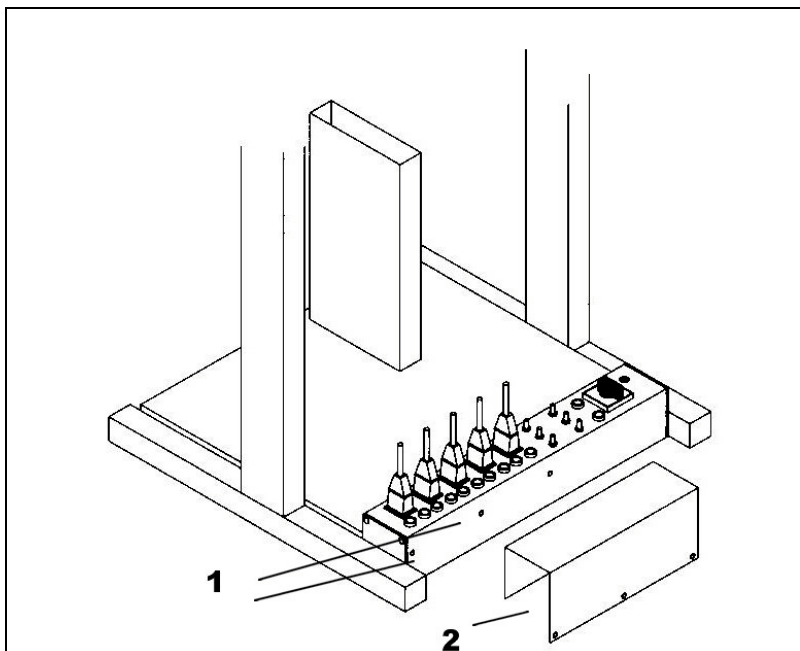

Fig. 9.1
- Con le viti M5 fissate il pannello di interblocco (rif. 2 di fig. 9.1) piegando i cavi in modo che fuoriescano tutti dal lato sinistro del pannello.